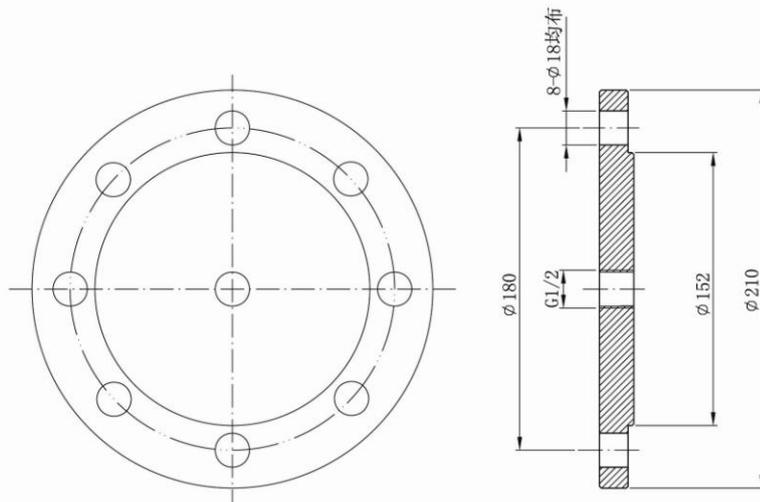

图 3 DN100 法兰盖尺寸
4. DN100 法兰盖中心加工 G1/2 螺纹，法兰盖设计可参照下图 3。